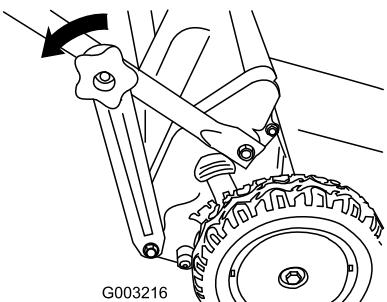

Figura 15
- Togliete le manopole dalla sezione inferiore della stegola, che attaccano le staffe della stegola alle estremità inferiori della stegola (Figura 15).